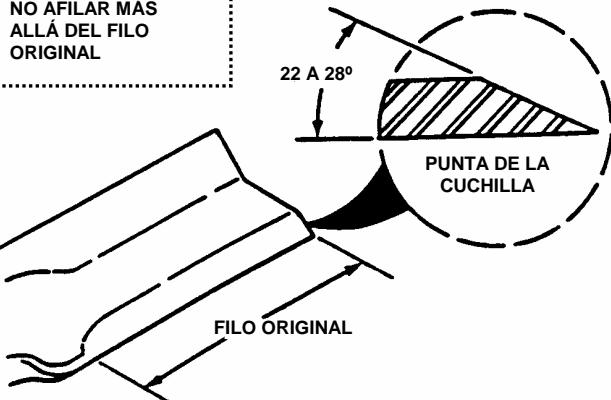

FIGURA 4.12
6. Si la cuchilla está en buen estado, áfíela en un ángulo de 22 a 28 grados. NO afile más allá del filo (borde cortante) existente. Vea la figura 4.12.